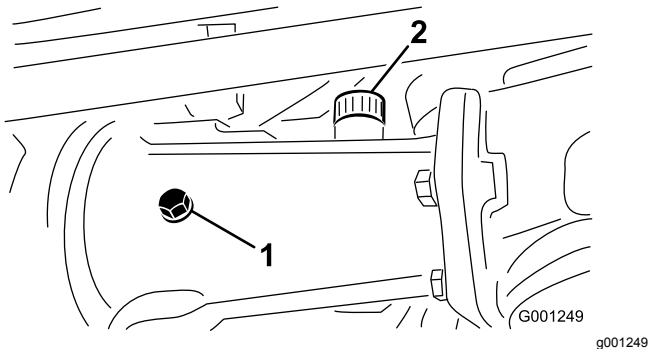
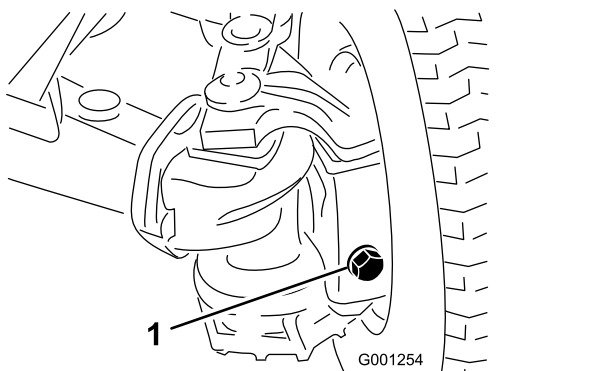

Figure 60
Figure 61
2. Retirez le bouchon de contrôle du carter de pont central, ainsi que les bouchons de remplissage/contrôle de chaque carter de pont extérieur (Figure 60 et Figure 61).
3. Vérifiez que le niveau de lubrifiant atteint le filetage au bas de chaque orifice de bouchon (Figure 60 et Figure 61).
- A. Si vous remplissez le carter de pont central, retirez le bouchon de remplissage (Figure 60).
- B. Faites l'appoint de lubrifiant spécifié dans les réservoirs de pont arrière jusqu'à ce que le niveau atteigne le bas des orifices des bouchons de contrôle (Figure 60 et Figure 61).
- C. Si vous avez retiré le bouchon de remplissage du carter de pont central, appliquez du produit d'étanchéité au PTFE sur le filetage du bouchon et vissez-le dans le carter (Figure 60).
5. Appliquez du produit d'étanchéité au PTFE sur le filetage du bouchon de contrôle du carter de pont central et des bouchons de remplissage/contrôle des 2 carters de pont extérieur (Figure 60).
6. Revissez le bouchon de contrôle dans le carter de pont central et les bouchons de remplissage/contrôle dans les 2 carters de pont extérieur (Figure 60 et Figure 61).
1. Bouchon de vidange (3)
8. Appliquez du produit d'étanchéité au PTFE sur le filetage du bouchon de contrôle du carter de pont central et des bouchons de remplissage/contrôle des 2 carters de pont extérieur ; voir la Figure 60 et la Figure 61 à la rubrique Contrôle du lubrifiant du pont arrière \(page 57\).
9. Revissez le bouchon de contrôle dans le carter de pont central et les bouchons de remplissage/contrôle dans les 2 carters de pont extérieur ; voir la Figure 60 et la Figure 61 à la rubrique Contrôle du lubrifiant du pont arrière \(page 57\).